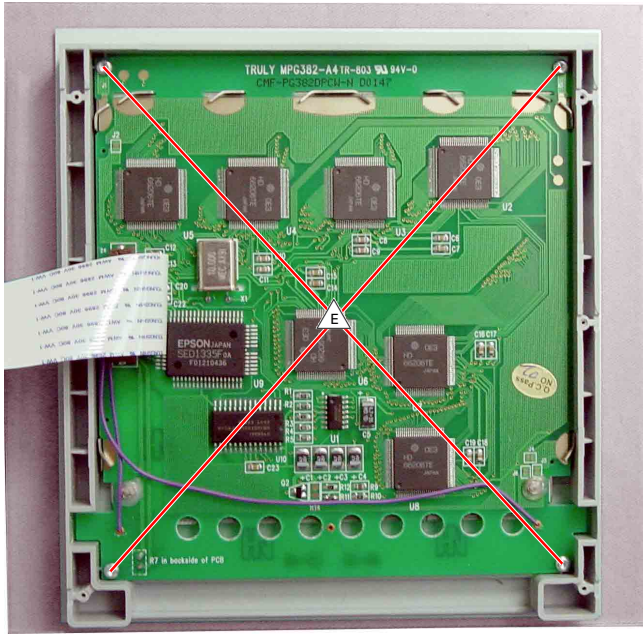

Fig. 13
- 4 Schrauben \triangle_E (Fig. 13) herausschrauben und Display-Leiterplatte entnehmen.
- Undo 4 screws \triangle_E (Fig. 13) and remove the Display PCB.